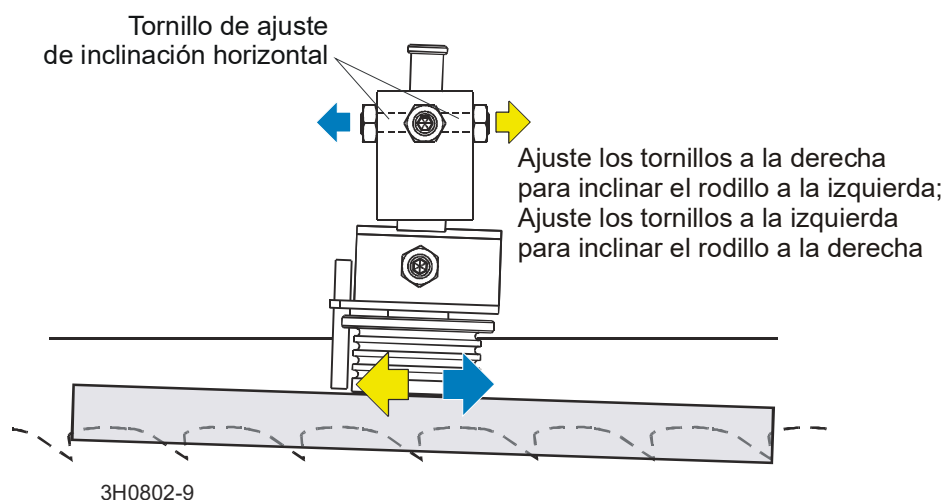

FIG. 8-7
5. Afloje las contratuercas en los tornillos de ajuste de la inclinación horizontal. Vea FIG. 8-7.